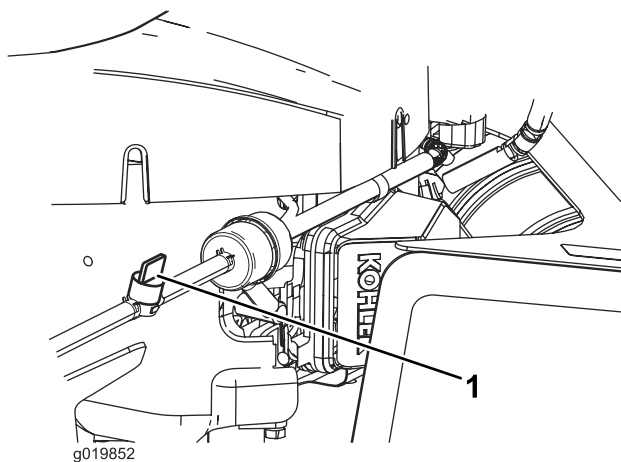

Figura 38
4. Ruotate la valvola di intercettazione del carburante in posizione chiusa (Figura 38).
5. Premete le estremità della fascetta stringitubo sul lato del motore della valvola di intercettazione e allontanatele dalla valvola facendole scorrere sul tubo di alimentazione (Figura 38).
6. Togliete i tubi del carburante dalla valvola (Figura 38). Aprite la valvola d'intercettazione del carburante e
3. Ruotate la valvola di intercettazione del carburante in posizione chiusa (Figura 38).
7. Ruotate la valvola di intercettazione del carburante in posizione aperta (Figura 38).